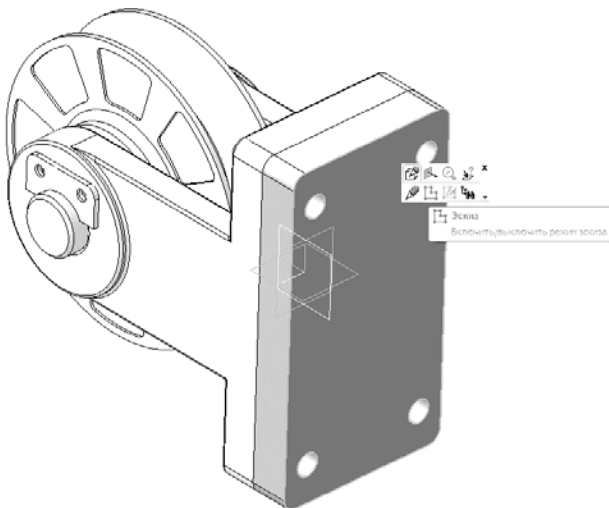

Рис. 48. Выбор поверхности эскиза
- 3.2.1 Укажите грань и создайте на ней новый эскиз  (рис. 48).